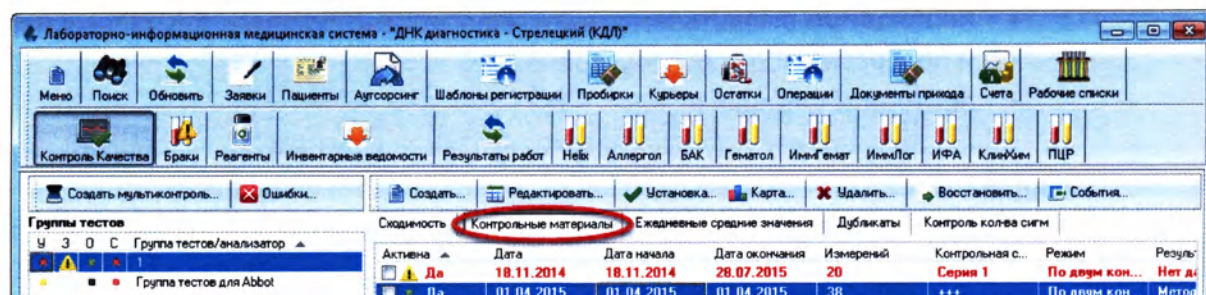

Рисунок 12.18
3. Перейдите во вкладку «Контрольные материалы» (Рисунок 12.18):